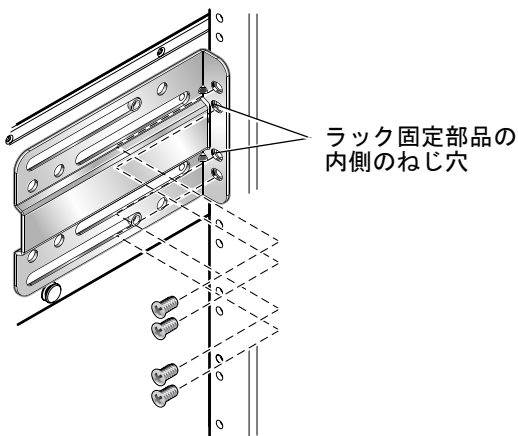

図 3-11 システムシャーシの正面側のラックへの取り付け (19インチ 2 ポストラック)
4. システムシャーシをラックの取り付け位置まで持ち上げて、正面側の固定部品を取り付けます (図 3-11)。